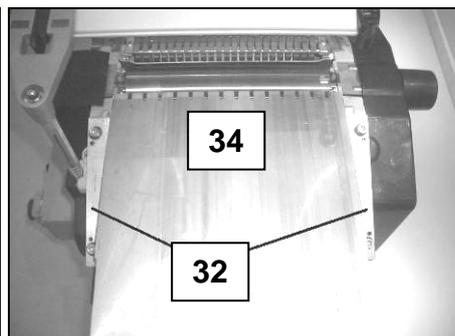

Fig 27
- Positionnez la table d'entrée (34), remettez en place et revissez les plaques de serrage (32) (Fig 27).